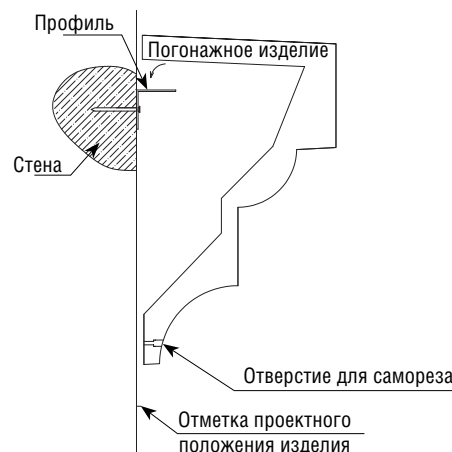

Рис. 2-2
2.6 Учитывая предварительные советы по монтажу нанесите клей на тыльную часть изделий и вынос направляющей рейки. Приложите изделие к стене и зафиксируйте при помощи саморезов. Саморезы необходимо вкрутить, утопив их в само изделие (**рис. 2-2**).